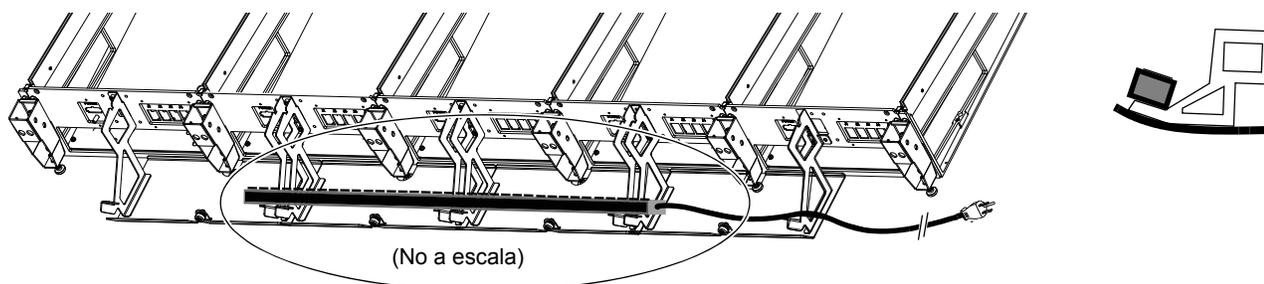

Figura 2. Colocación de la regleta de alimentación en los soportes del panel posterior (vista posterior a la izquierda, vista lateral a la derecha)
- 1 Estando de pie detrás del centro de la estructura, coloca la regleta en los soportes del panel posterior para que se quede plana contra los brazos angulados de los soportes, tal y como se muestra en la Figura 2. Las tomas de la regleta de alimentación deben mirar hacia arriba y hacia el frente de la estructura.